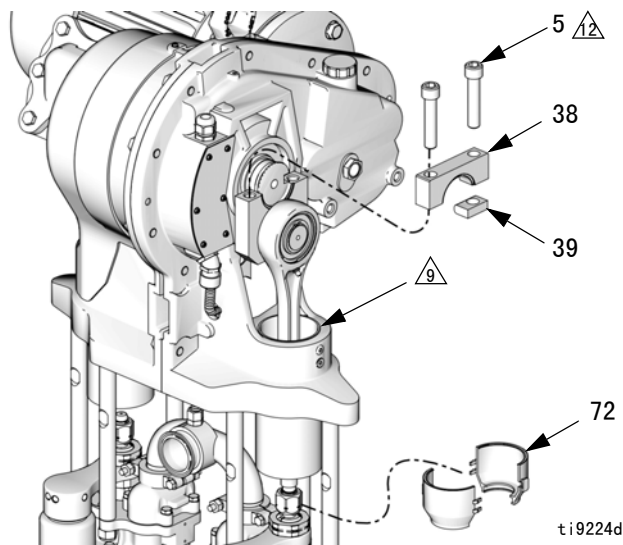

图 15. 卸下曲柄臂盖
9. 请参见图 15。使用一把 1/2 英寸六角螺丝刀，拧下两个有头螺钉（5）。卸下曲柄臂盖（38）和键（39）。若有必要，可使用塑料锤敲松这些零配件。
14. 将活塞 (9) 和连杆 (7) 滑入缸体 (2)。
15. 调整好曲柄臂 (4) 的位置，以锁上输出轴 (OS)，并将其旋转至输出轴的底部。
16. 将清洁抹布盖在滑动缸 (2) 的顶部，防止重装期间碎屑落入滑动组件中。
17. 请参见图 15。给有头螺钉 (5) 的螺纹涂上防卡润滑剂 (LPS®-04110 或类似材料)。如图所示对好位置，安装键 (39)、曲柄臂盖 (38) 和有头螺钉 (5)。如果间隙侧螺钉仍松动，请用 283-310 牛·米 (210-230 英尺-磅) 的扭力拧紧键侧螺钉。然后用 283-310 牛·米 (210-230 英尺-磅) 的扭力拧紧间隙侧螺钉。每次多拧紧 2-3 次，或直到用 283-310 牛·米 (210-230 英尺-磅) 的扭力拧紧时他们停止转动。
18. 确保联接环 (13) 在联接螺母 (14) 中就位。
19. 用一把 3/4 英寸扳手夹住滑动活塞 (9) 的平面部位，不让它在拧紧联接螺母 (14) 时转动。对好扳手，使其抵住活塞柱 (3) 之一或泵座。将联接螺母 (14) 拧紧至滑动活塞 (9)，并用 102-108 牛·米 (75-80 英尺-磅) 的扭力拧紧。
20. 使用湿杯帽中的槽锁上底部唇缘，来安装护板 (72)。将两个护板锁在一起。
21. 拿掉抹布。重新装上盖子 (32 或 21) 和螺钉 (12)。